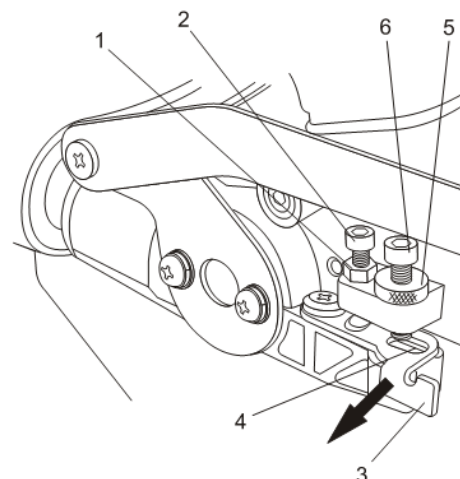

Fig. 15
2. Poussez la butée pivotante à 45° (3) vers la tête de coupe de sorte que la fente (4) s'aligne avec le trou du moulage (Fig. 15).
3. Desserrez le contre-écrou de la butée de profondeur 0° (1). Utilisez une clé de 10 mm (non fournie) pour tourner le contre-écrou dans le sens antihoraire.
4. Desserrez la vis de butée de profondeur 0° (2) jusqu'à ce qu'elle ne dépasse plus sous le moulage fileté. Utilisez une clé hexagonale de 5 mm (non incluse).